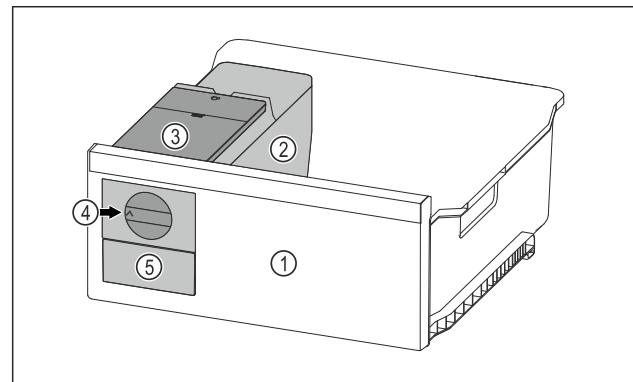

Fig. 80 Primjer izgleda
- Okrenite okretni gumb Fig. 80 (4) u smjeru kazaljki na satu do graničnika.
- Kockice leda padaju iz posude za kockice leda u ladicu za kockice leda Fig. 80 (5).